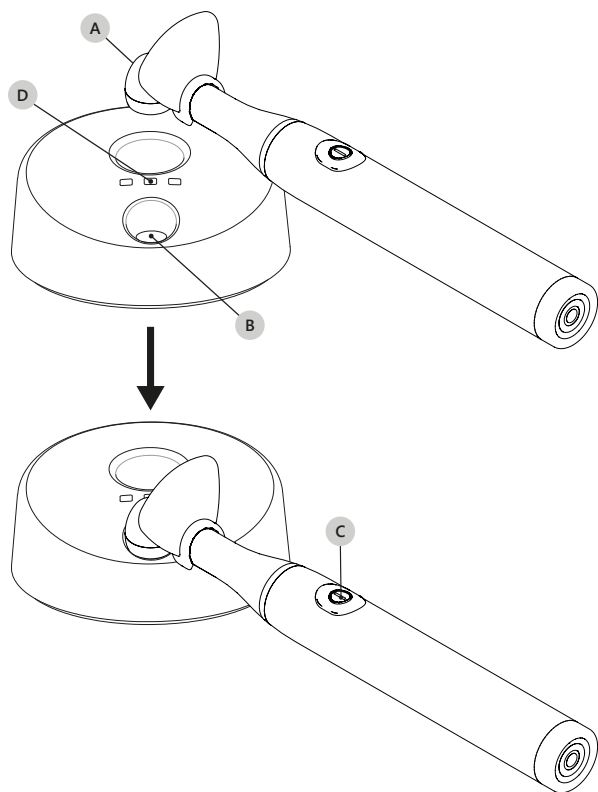

Figura 9 – Medición de la intensidad luminosa
1. Apoyar el puntal (Figura 9 en página 18 - Ref. A) en plano, sin presionar, directamente en la superficie del sensor de intensidad (Figura 9 en página 18 - Ref. B);
2. Encender la lámpara presionando el botón on/off (Figura 9 en página 18 - Ref. C).